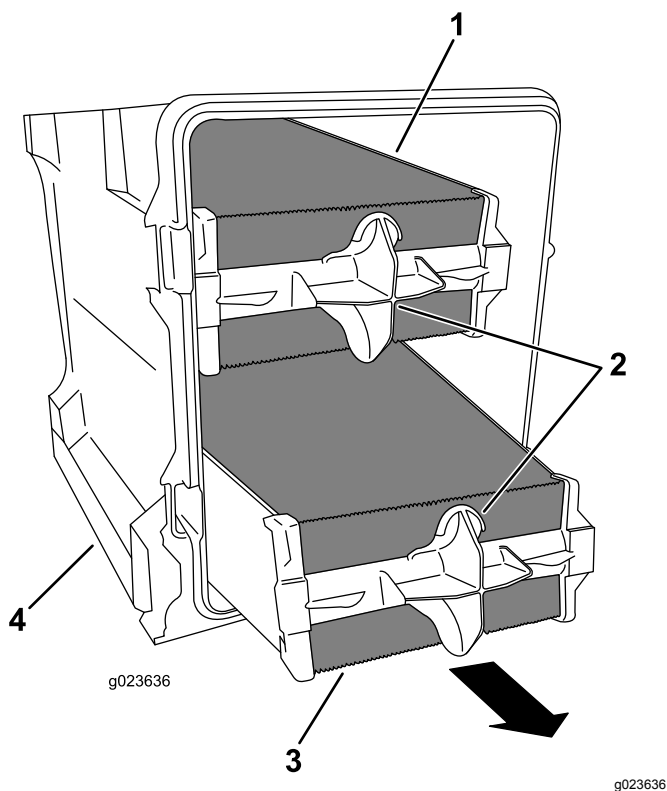

Figura 89
4. Usando los tiradores de los filtros de aire, retire el filtro primario de la tapa del limpiador de aire (Figura 89).